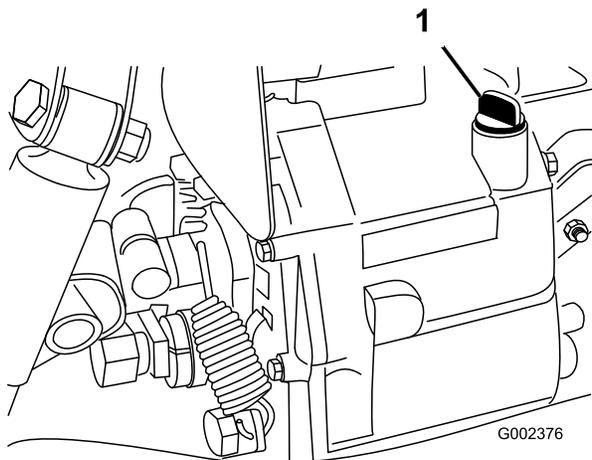

Рисунок 19
2. Очистите область вокруг отверстия для измерительного щупа (Рисунок 19).